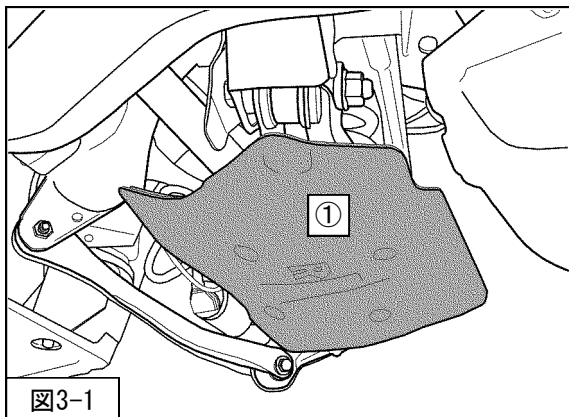

図3-1
2. ①リアサスペンションアームカバーを取外してください。(図3-1)